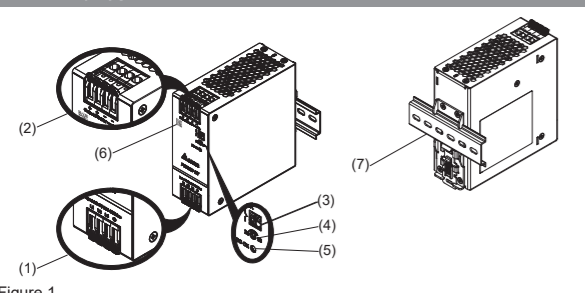

Figure 1
2. Device description (Fig. 1)
4.1. Input connection (Fig. 1 (1), Fig. 7)
Use L1, L2, L3 and PE connections of input terminal connector (see Fig. 1 (1)) to establish the 3 x 380-500Vac connection. Fig. 7 shows the connection to the various network types.
4.2. Output connection (Fig. 1 (2))
Use the “+” and “-” screw connections to establish the 24Vdc connection. The output provides 24Vdc. The output voltage can be adjusted from 24 to 28Vdc on the potentiometer. The green LED DC OK displays correct function of the output (Fig. 1 (5)). The device has a short circuit and overload protection and an over voltage protection limited to < 35Vdc.
2. Description de l'appareil (Fig. 1)
5.1. Raccordement d'entrée (Fig. 1 (1), Fig. 7)
Utilisez les bornes L1, L2, L3 et PE (voir Fig. 1 (1)) pour raccorder en 3 x 380-500 Vca. Le raccordement aux divers types de réseau est représenté à la Fig. 7.
4.2. Raccordement de sortie (Fig. 1 (2))
La sortie délivre un courant en 24 Vcc. La tension de sortie peut être réglée entre 24 et 28 Vcc à l'aide du potentiomètre. Le voyant DEL OK vert indique le bon fonctionnement de la sortie (Fig. 1 (5)). L'appareil est équipé d'une protection de court-circuit et contre les surcharges, ainsi que d'une protection contre les surtensions réglée à < 35 Vcc.